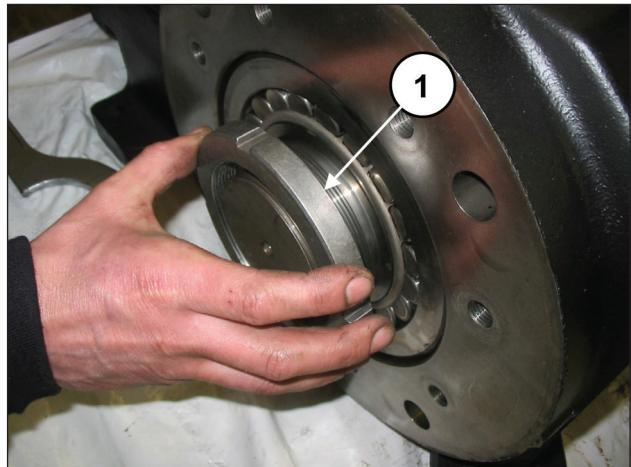
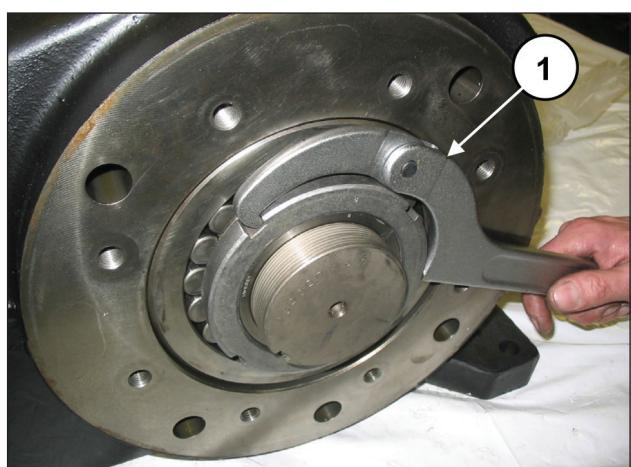

图20
图21
在压力衬套上拧紧SKF KM19型环形螺母（①，图20），然后利用专用扳手拧松衬套（①，图21）。